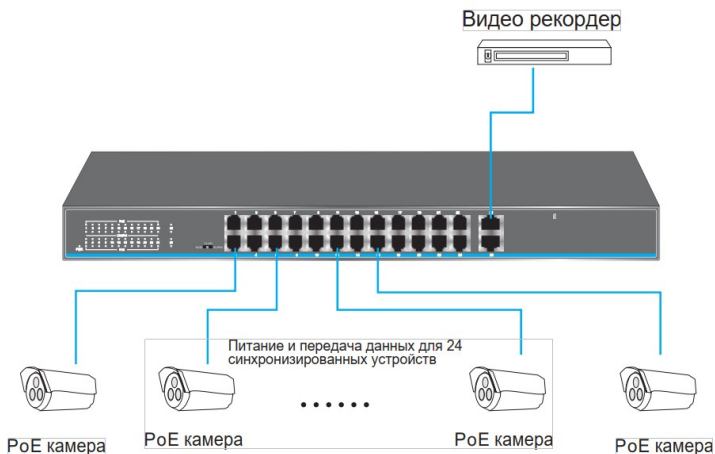

Рисунок 6 – Схема подключения устройств к коммутатору. Вариант 1.
- Посредством сетевых кабелей подключите IP-видеокамеры с питанием PoE к портам Ethernet (см. рисунок 6).
- Возьмите оптоволоконный разъём и плавно вставьте его в гнездо порта SFP коммутатора (см. рисунок 6).
- Используйте порты Uplink для подключения к ним компьютеров или IP-видеорегистраторов (см. рисунок 6).